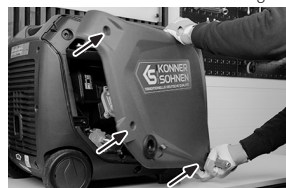

Fig. 11
3. Îndepărtați capacul generatorului (fig. 11).
8. Închideți capacul de întreținere generatorului (fig. 11).